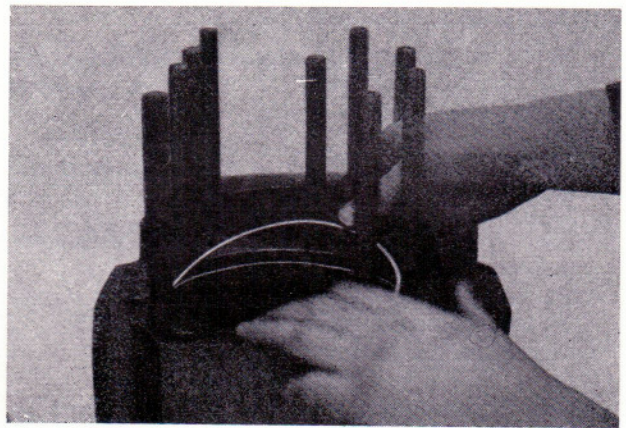

Bild 103
- Das Einstellen des Zylinderlaufbuchsenüberstehmaßes erfolgt durch Nacharbeit der Zylinderlaufbuchsenauflage im Zylinderblock bzw. Beilegescheiben zwischen Zylinderlaufbuchsenauflage und Zylinderlaufbuchsenbund (Bild 103).